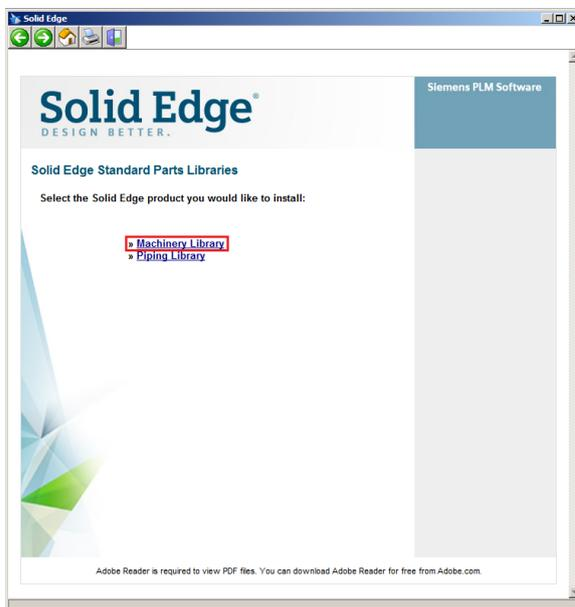

Abbildung 1
2.1. Starten Sie die Installation der Machinery Library über das Autostart-Menü der Solid Edge Standard Parts Libraries DVD oder Installationsdatei (z. B. *SE\_Standard\_Parts\_ST9.exe*) (Abb. 1).
2.5. Ein Klick auf *Install* im nächsten Fenster (Abb. 7) startet die Installation der Normteile (Abb. 8). Mit einem Klick auf *Finish* (Abb. 9) beenden Sie die Installation und können nun auch das Installationsmenü (Abb. 1) beenden.